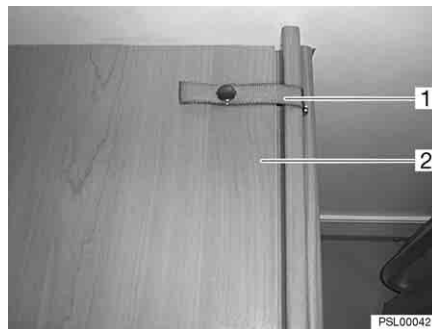

Bild 68 Sicherungsband der Faltwand
- Das Sicherungsband (Bild 68,1) der Faltwand (Bild 68,2) an der Außenseite lösen.